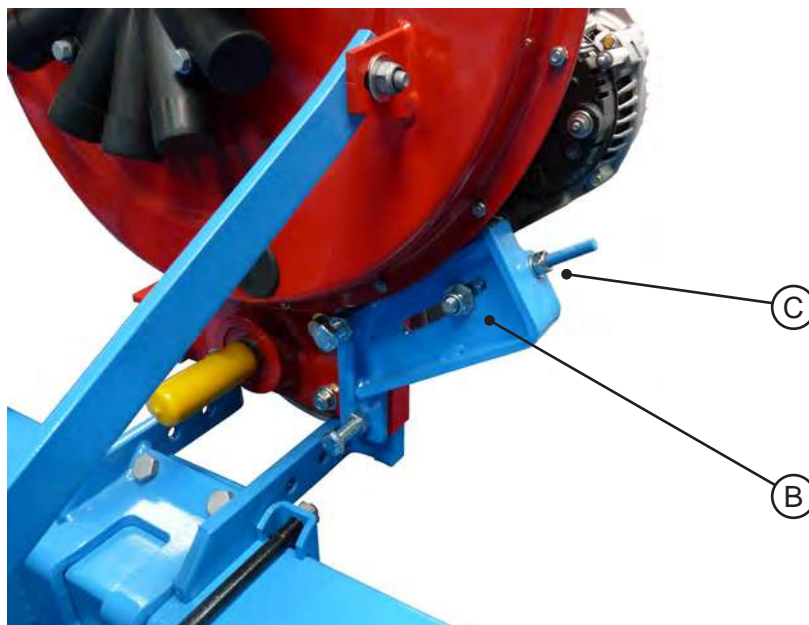

Fig.3
- Desserrer l'écrou avant (B - fig. 3)
- Avec une clé, serrer ou desserrer l'écrou de réglage (C - fig. 3) afin d'obtenir la tension nécessaire au bon fonctionnement (137 Hz).
- Unscrew the front nut (B - fig. 3)
- With a wrench, screw or unscrew the adjusting nut (C - fig. 3) in order to obtain the tension required for correct operation (137 Hz).
- Aflojar la tuerca delantera (B - fig. 3)
- Con una llave, apretar o aflojar la tuerca de ajuste (C - fig. 3) para obtener la tensión necesaria para el buen funcionamiento (137 Hz).
- Allentare il dado anteriore (B - fig. 3)
- Con una chiave, stringere o allentare il dado di regolazione (C - fig. 3) per ottenere la tensione necessaria al corretto funzionamento (137 Hz).